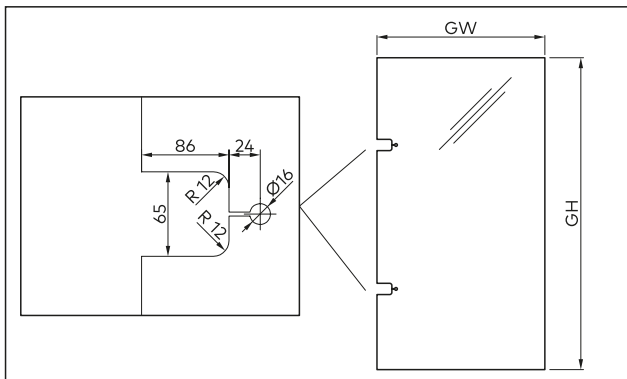

Abb. 7 Glasbearbeitungen für die Wandbefestigung mit aufliegender Montageplatte
2. Die Maße der Glasbearbeitung prüfen, siehe Abb. 7 auf S. 4.